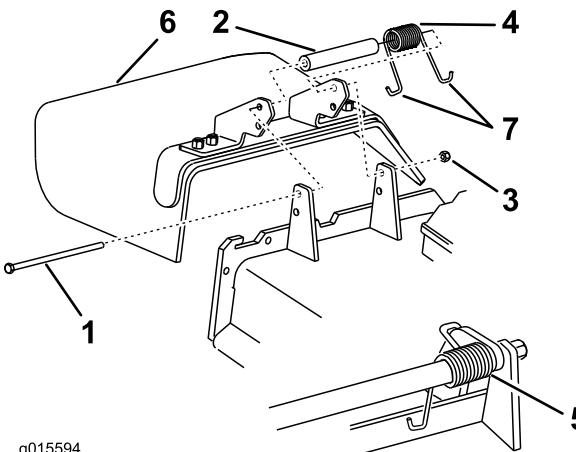

Figure 87
- Retirez le contre-écrou, le boulon, le ressort et l'entretoise qui fixent le déflecteur aux supports de pivot (Figure 87).
Remarque: Prenez soin de placer 1 extrémité en J du ressort derrière le bord du tablier avant de mettre le boulon en place, comme montré à la Figure 87.
- Accrochez l'extrémité en J du ressort au déflecteur d'herbe (Figure 87).